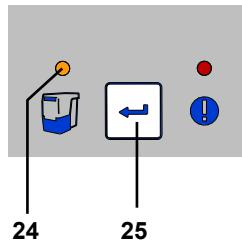

图 11
**如果集尘盒没有被清空，集尘盒灯会一直亮着（24, 图11）。当机器开机/关机时，出现声讯信号提醒你需要清空集尘盒。**